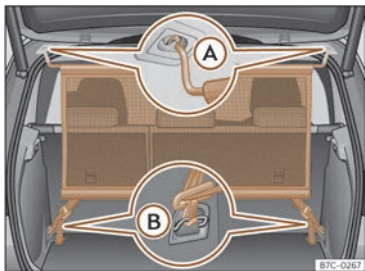

Fig. 163 Red de separación montada.
- Enganche la red de separación en el alojamiento izquierdo del techo >>> fig. 163 (A). Asegúrese de tirar de la varilla transversal hacia abajo más allá de la posición superior.
- Enganche la red de separación en el alojamiento derecho del techo comprimiendo la varilla transversal >>> fig. 163 (A).
- Enganche los dos ganchos de la red de separación en las argollas de amarre del maletero >>> fig. 163 (B) y tense bien los cinturones de fijación.